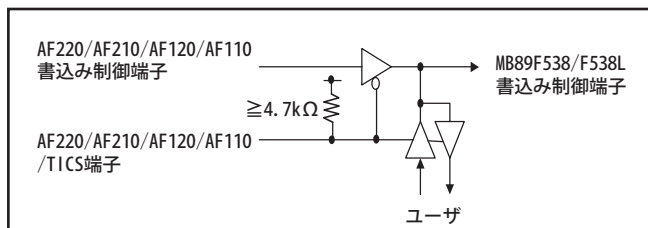

図 23.5-2 端子制御回路
- SI2, SO2, SCK2 端子をユーザシステムでも使用する場合は、図 23.5-2 に示す制御回路が必要です。フラッシュマイコンプログラムの /TICS 信号の "L" 出力により、シリアル書き込み中にユーザ回路を切り離すことができます。